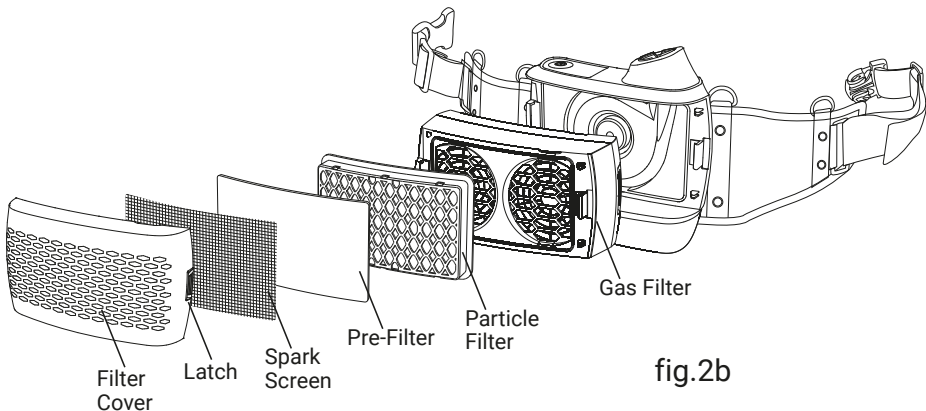

fig.2b
- Bitte installieren Sie den Partikel- und den Gasfilter gemäß Abb.2b.